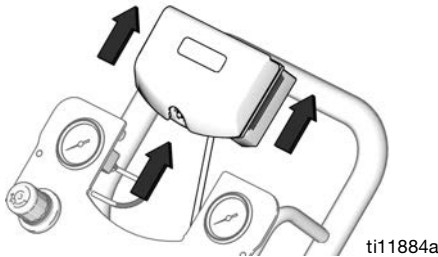

FIG. 10. Desmontaje del DataTrak
3. Retire el módulo DataTrak de la ménsula. Consulte la FIG. 10. Lleve el módulo y el cable unido a una ubicación no peligrosa.